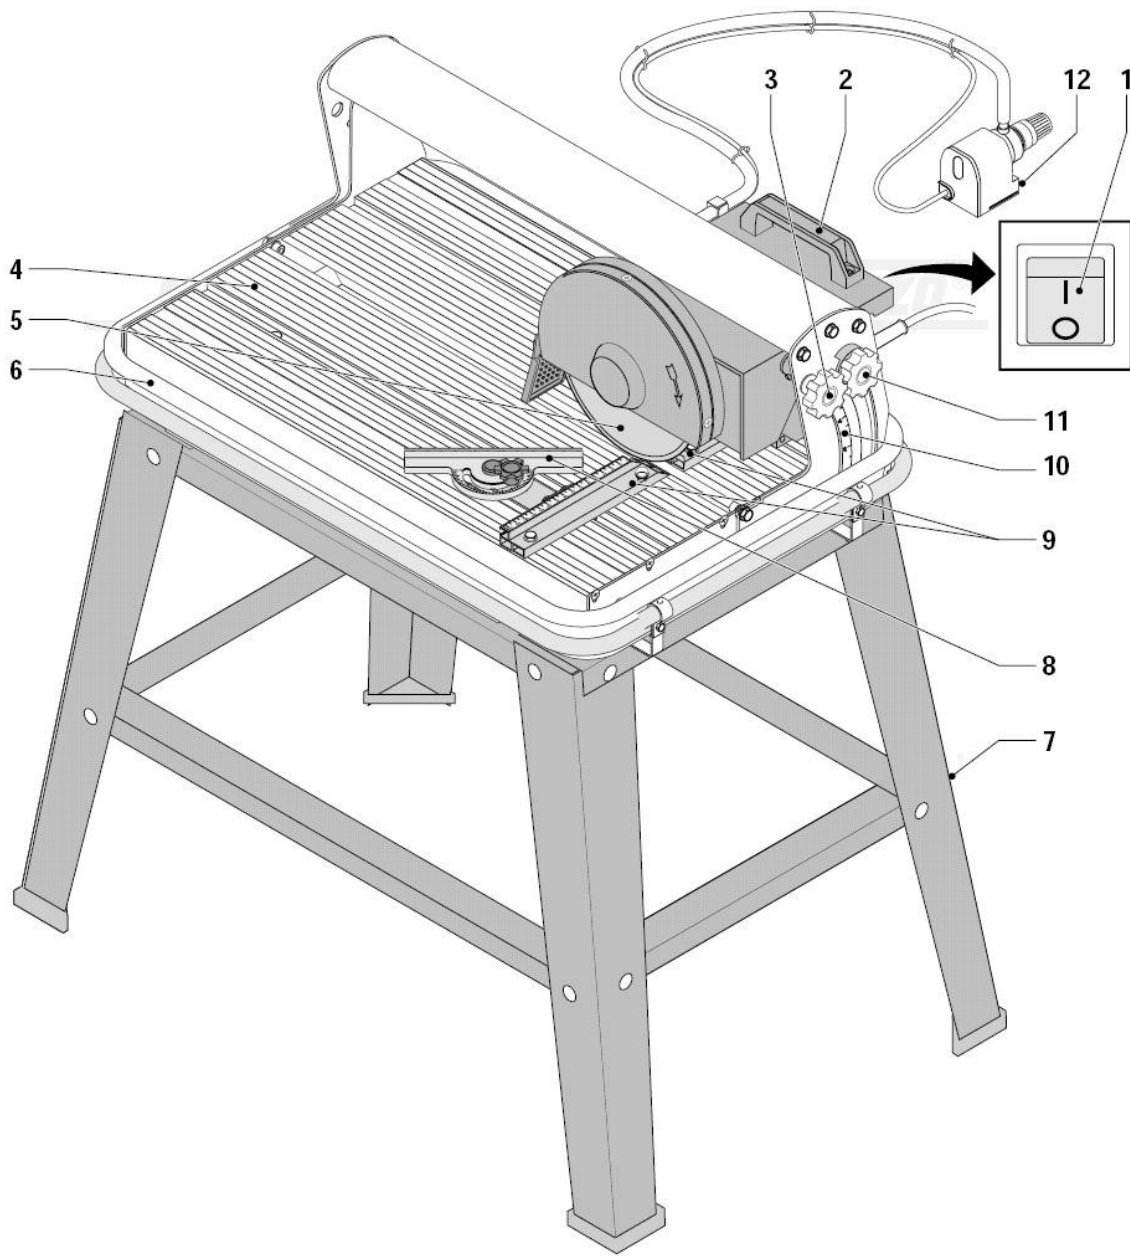
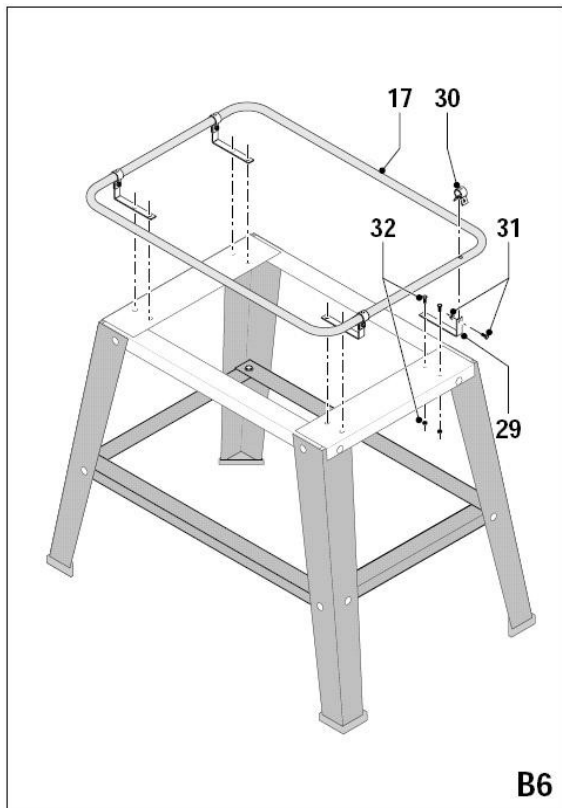
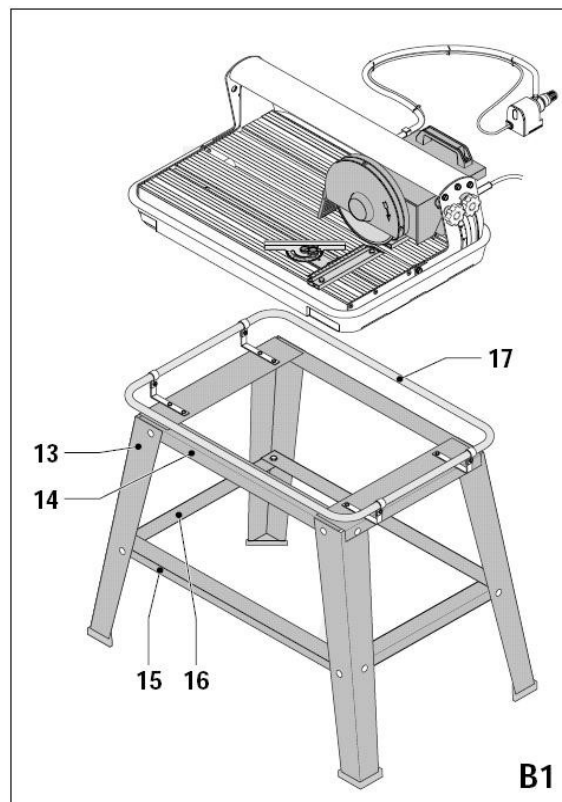

Рис. 7 Основные элементы станка модели 2380
Рис. 12
Рис. 13
Наименование узлов и комплектующих для моделей 2380 (Рис. 7)
6.3. Для модели 2380 (Рис.7). Произведите сборку ножек как показано на рисунках 8-11. На собранный каркас установите ограждение (17) см. рис. 12. В ограждение уложите пластиковую емкость для воды вместе с рабочим столом станка, рис.13. Под рабочий стол в емкость уложите насос подачи воды (12), см. рис.7, проверьте подсоединение трубки к насосу и кожуху режущего диска. Выверните и снимите транспортировочный винт (3) рис.7 удерживающий режущую головку.
6.4. Для модели 30220 (Рис.4). Произведите сборку ножек как показано на рисунке 14. На собранный каркас установите станок с емкостью для воды. Проверьте подсоединение трубки к насосу и кожуху режущего диска. Выверните и снимите транспортировочный винт (3) рис.7 удерживающий режущую головку. Отрегулируйте ножки для устойчивого положения станка, при необходимости установите угловой упор.